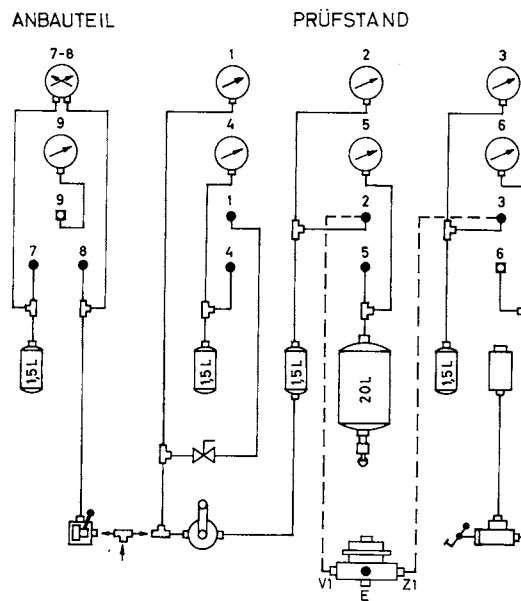

Abb. 4
b) Die beiden Schlauchanschlüsse 2 und 3 nach Prüfschema anschließen. (Abb. 4)